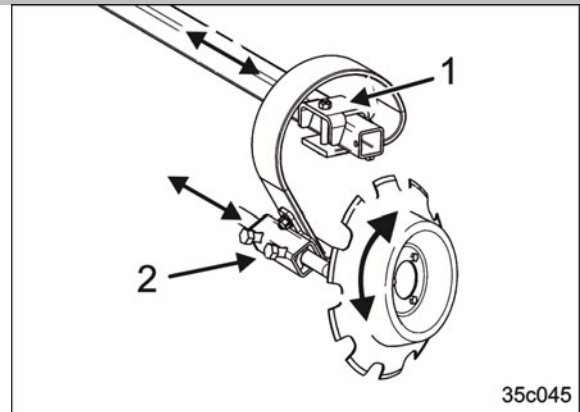

図 92
2. ねじを外します ( 図 92/1 )。
4. ねじ ( 図 92/1 ) を締め付けます。
6. ねじを外します ( 図 92/2 )。
8. ねじ ( 図 92/2 ) を締め付けます。